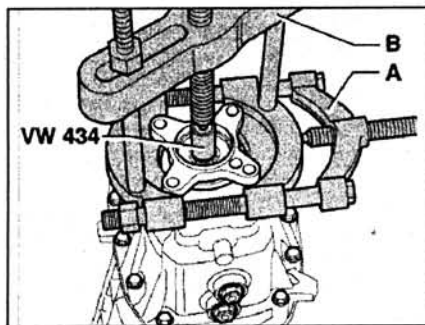

Рис. 4.36. Снимите фланец с вторичного вала.
8. Снимите фланец с вторичного вала с помощью съемника **A** Kukko (22-115 мм) и кронштейна **B** Kukko (рис. 4.36).